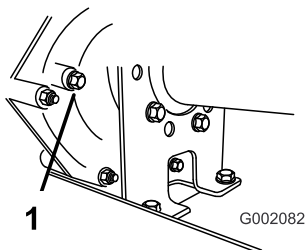

Bild 59
2. Nehmen Sie die Schraube aus dem Füllstand-Prüfloch heraus (Bild 59).